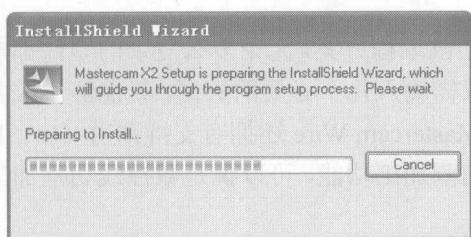
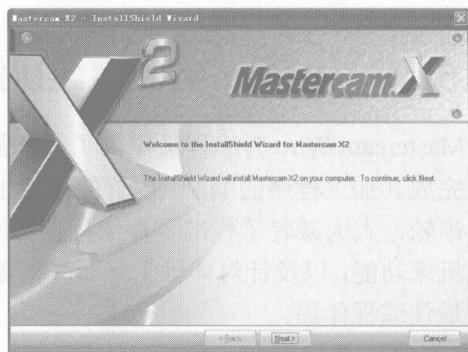

图 1-3 系统自检对话框
图 1-4 安装界面 1
(3) 如果本机中已安装.NET 2.0 系统,直接单击 **Step 2: Install Mastercam X2** 按钮出现系统自检对话框,如图 1-3 所示,自检完成后出现安装界面 1,如图 1-4 所示。